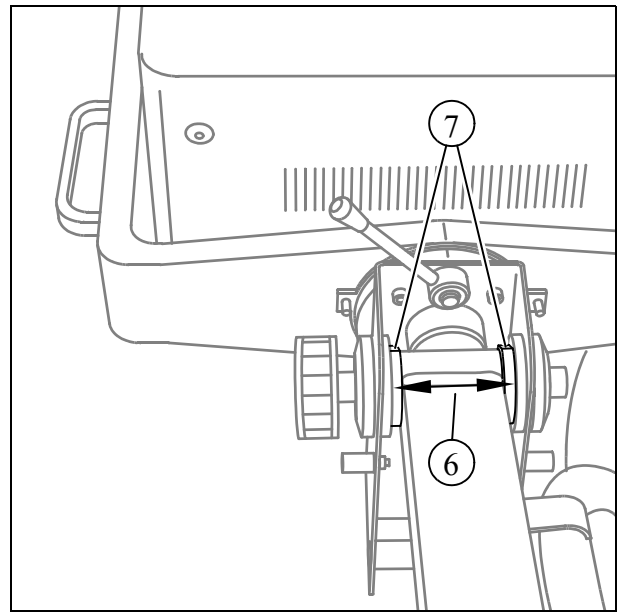

Fig. 6
- Die Kanten der Rastscheiben (6/Fig.6) überprüfen, sie dürfen **nicht** abgeschliffen sein.
- Überprüfen, ob allseitiges Spiel (ohne Schleifstellen) des Rastbügels im Stativkopf (7/Fig.6) vorhanden ist.